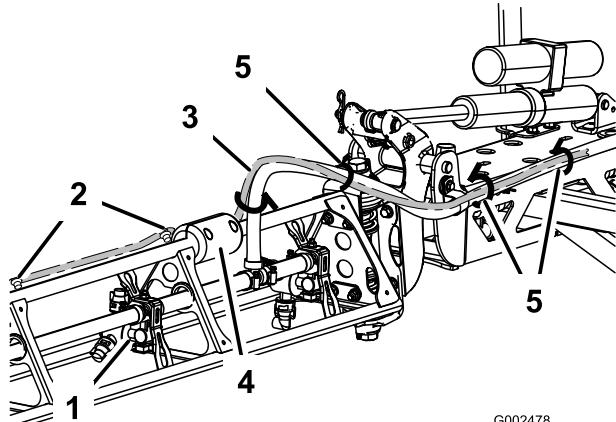

Figura 4
6. Posizionate il filo del sensore lungo il lato superiore del supporto della barra fino a raggiungere il pattino (Figura 4). Fissatelo alla parte superiore della barra con le clip fornite.
7. Stendete il filo del sensore sotto il pattino fino a raggiungere il flessibile di alimentazione della barra e la parte superiore del gruppo barra centrale. Fissate il cablaggio al flessibile della barra con le fascette per cavi (Figura 4).